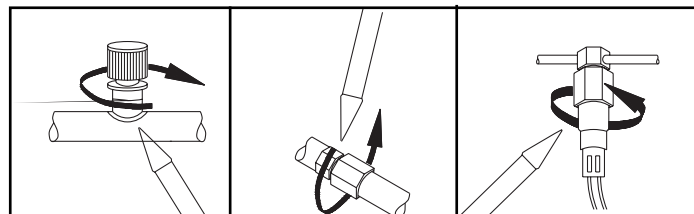

FIG 6
5. Bewegen Sie die Sonde um die zu untersuchende Stelle in nicht mehr als 25-50mm/sec und nicht weiter weg von der Oberfläche als 6,35 mm. Langsamere und nähere Bewegungen ermöglichen ein besseres Auffinden eines Lecks (siehe Fig. 6). Ein Anwachsen der Pieptöne zeigt ein Leck an.